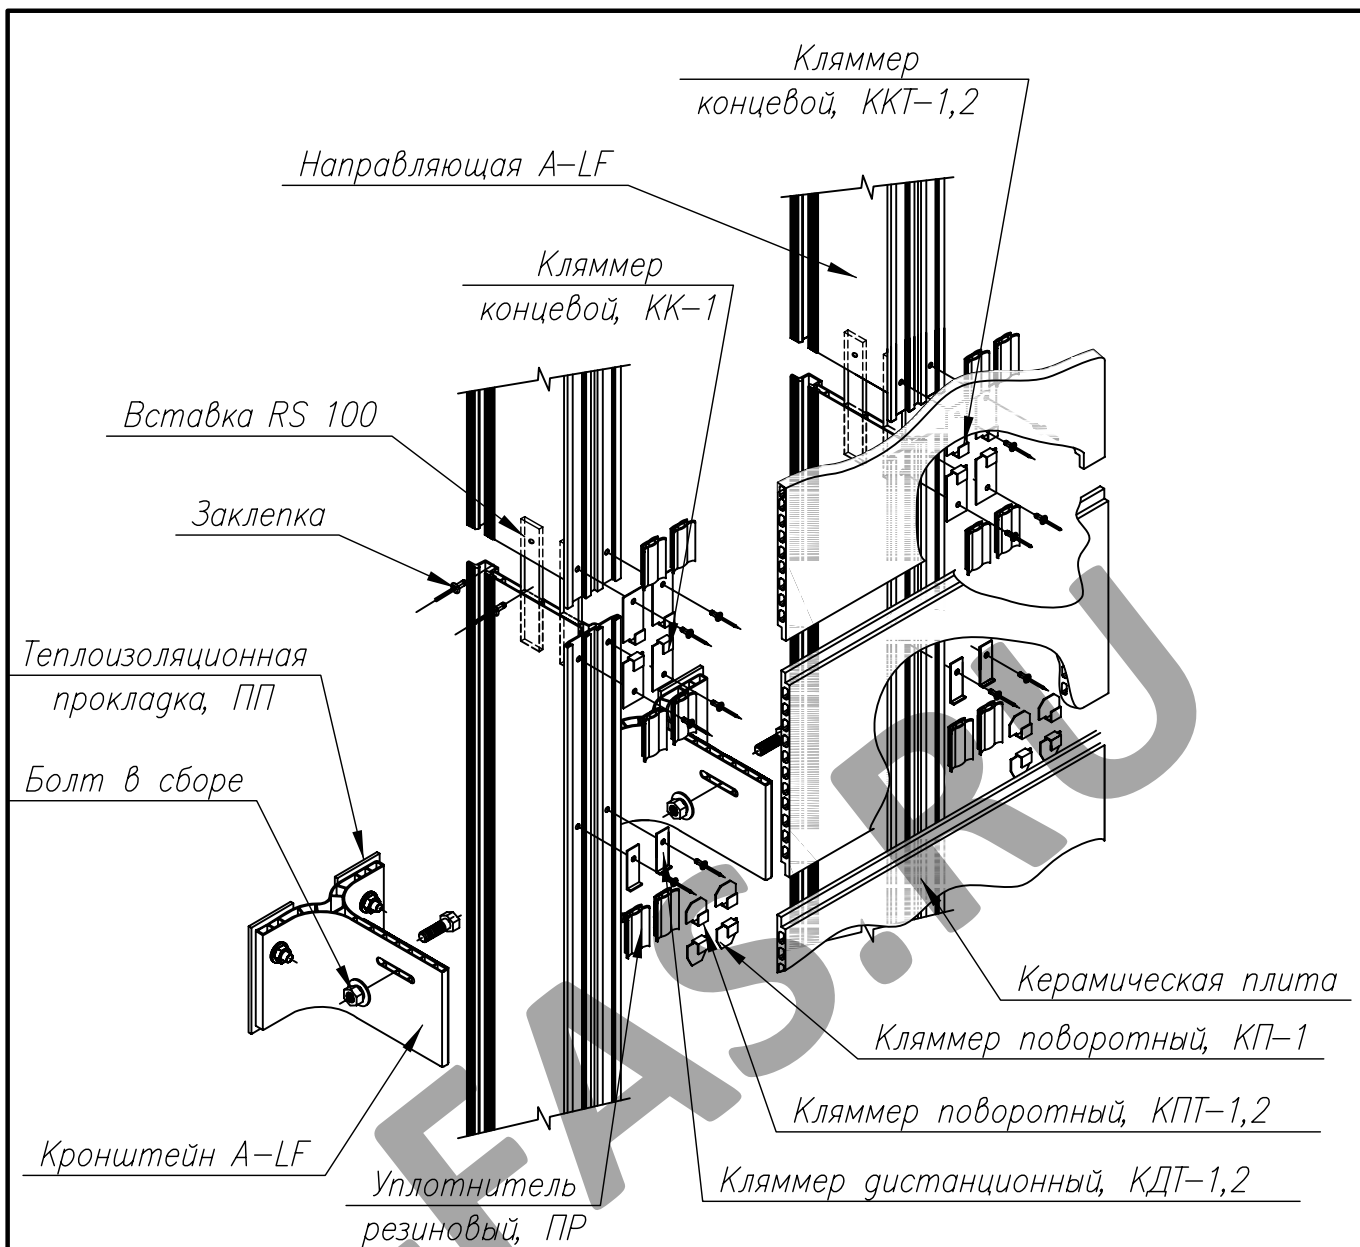

Рис. 5.
3.3. На концевой кляммер ККТ-1,2 устанавливается керамическая плита, прижимается к направляющей и фиксируется поворотным кляммером КП-1 следующим образом: поворотный кляммер КП-1 в вертикальном положении вставляется в паз направляющей LF 404/LF 44 (LF 51-S), рис. 5, а, поворачивается на угол 90 градусов, рис. 5, б, и опускается до упора на керамическую плиту, рис. 5, в.